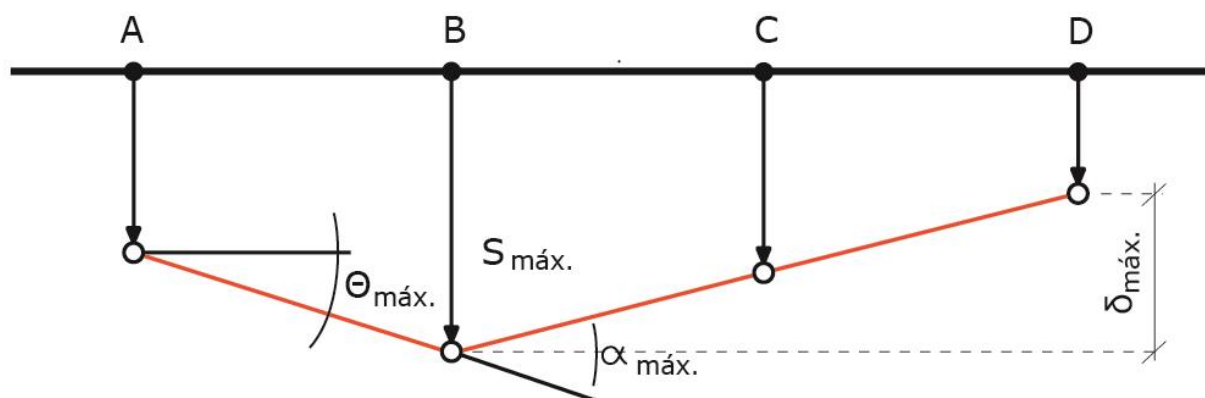

Figura 49: Representação das variáveis de movimento de fundações
A NBR 6122 nomeia algumas letras como parâmetros de estudo para o movimento de fundações que devemos conhecer. São eles (Figura 49):
- δs : recalque ou levantamento diferencial entre dois pontos da estrutura (observe na figura 49 o $\delta_{\text{máx}}$);
- ✓ Esclarecendo: a rotação relativa é o ângulo entre uma linha de referência (por exemplo, a linha original que liga os pontos AB da sapata na figura 49) e a nova linha dessa mesma estrutura.